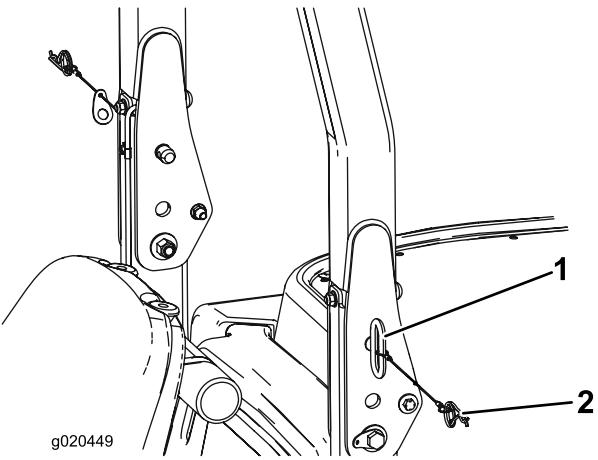

Figura 30
1. Para bajar la barra antivuelco, retire las chavetas y los dos pasadores (Figura 30).